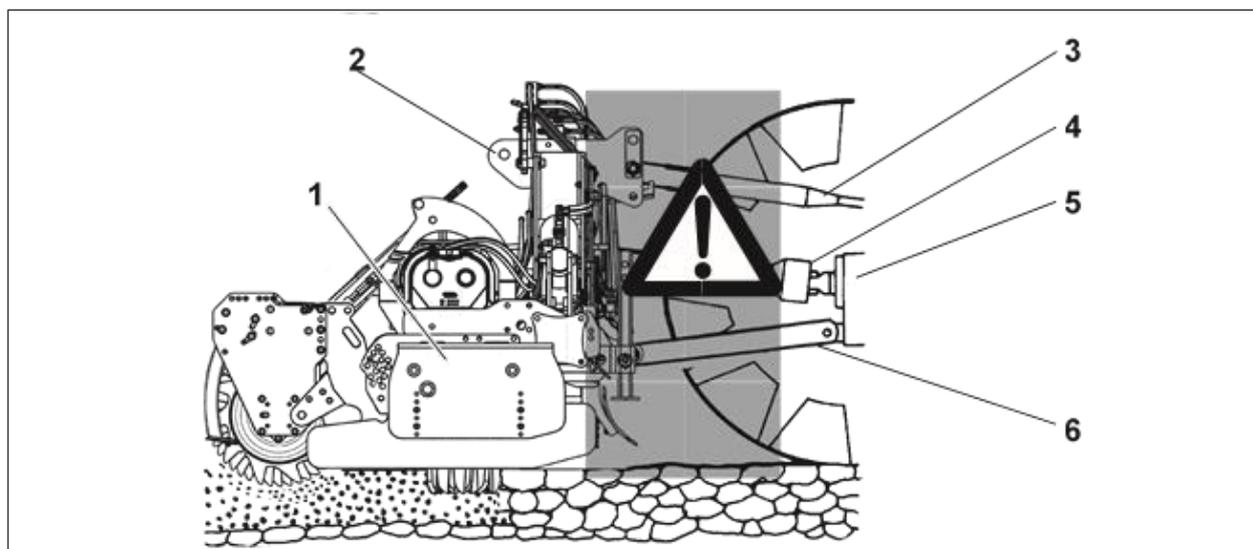

図 4
- 25) エンジンが動き、PTO シャフトが接続しているとき、必ず、手動ブレーキを掛け、また動かないようにホイールの下に輪止めを置いてから、トラクターと本作業機との間に入ってください。(図 4)
- 29) 外側からロアリンクのリフト制御装置を操作するとき、トラクターと本作業機との間に入ることは絶対にしないでください。(図 4)